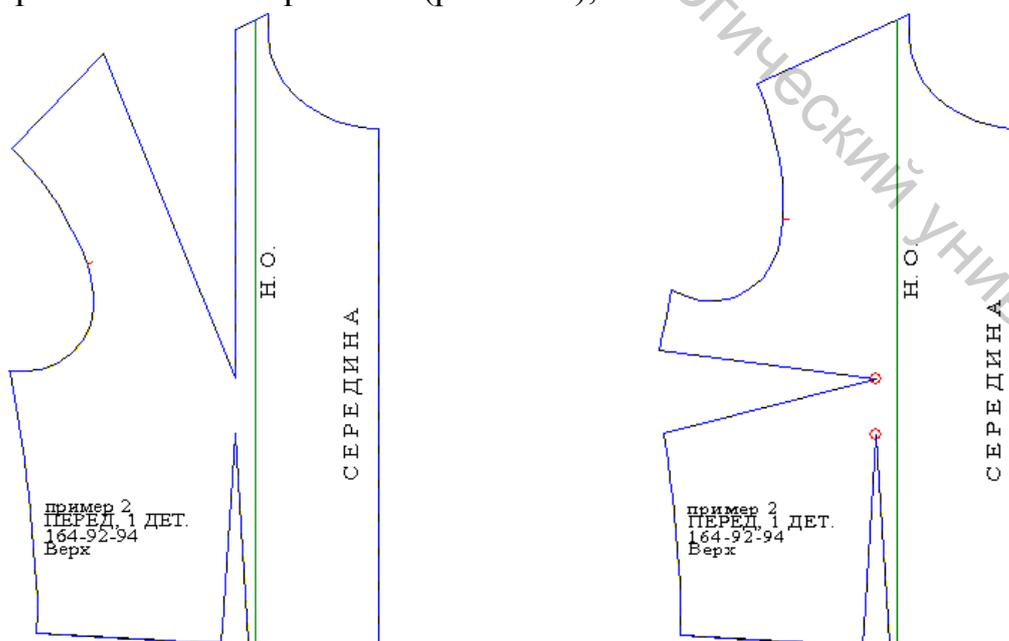

Рисунок 3.17 – Технический перевод вытачки
– **технический перевод вытачки**. Нагрудная и другие вытачки переводятся в любой участок контура (среза детали). Длина ее при этом не сокращается и стороны остаются прямыми (рис. 3.17);